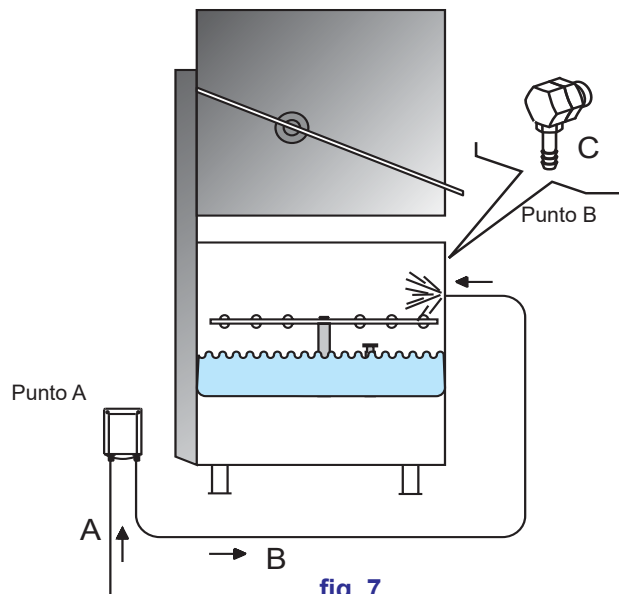

fig. 7
d) Conecte el tubito de aspiración al empalme aspirante del dosificador (véase fig. 7 punto **A**).
c) Conecte el tubito de alimentación al otro empalme del dosificador y al empalme de envío (véase fig. 7 punto **B**).